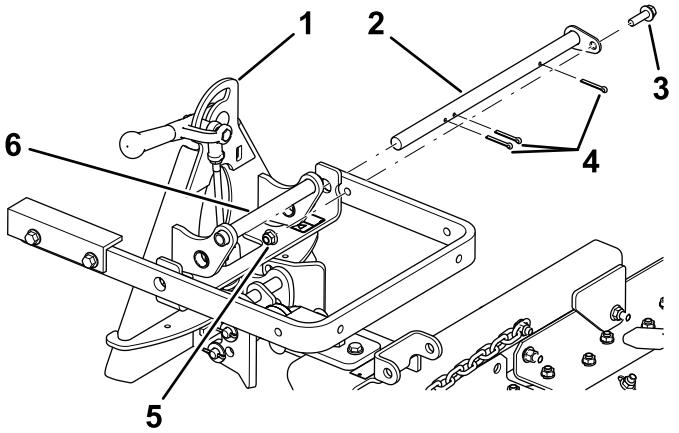

**Bild 4**
2. Richten Sie den Hubarm mit der Halterung am Anbaugerätadapter aus (Bild 4) und schließen Sie diese mit der Gelenkstange an, siehe Bild 5.
**Hinweis:** Bewegen Sie den Anbaugerätadapter mit dem Griff hinten am Adapter (Bild 4).